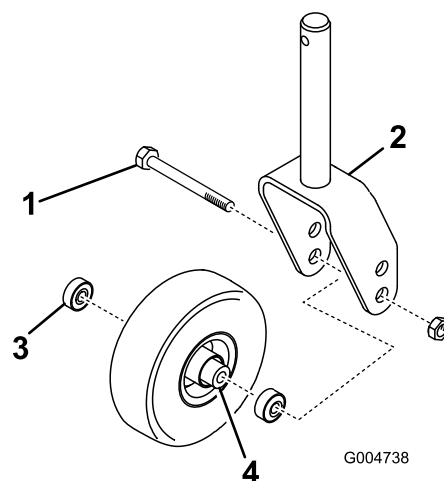
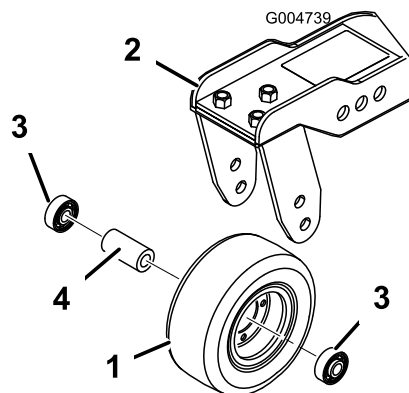

Figure 105
Figure 106
1. Retirez le contre-écrou du boulon qui fixe la roue pivotante entre la fourche (Figure 105) ou le bras de la roue pivotante (Figure 106).
2. Enlevez le roulement du moyeu de la roue et laissez tomber la douille d'écartement à l'extérieur (Figure 105 et Figure 106).